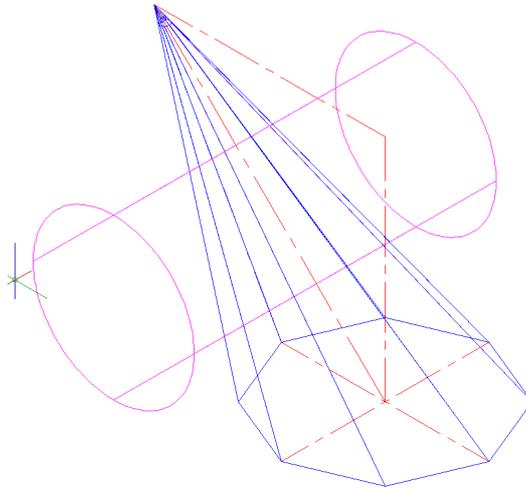

Рис.26.11
8. Далее по заданным параметрам получаем изображение цилиндра (см. Рис.26.11).